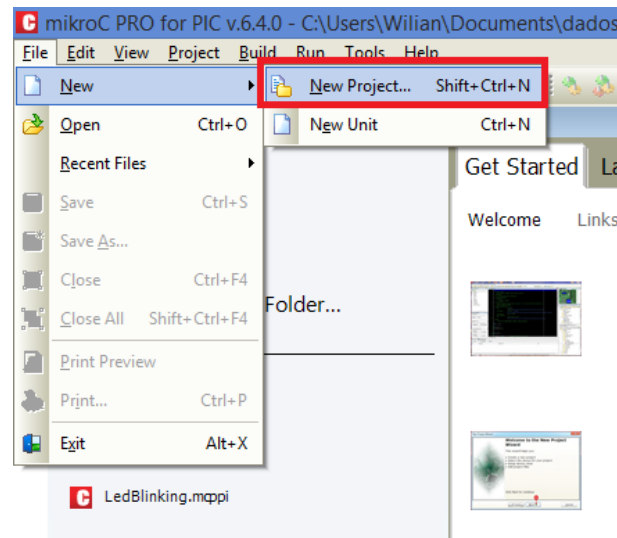

Figura 3: 5º Passo.
- **5º Passo:** O próximo passo é a criação de um novo projeto. Para isso, selecione o menu “File”, em seguida a opção “New”, e então por último o item “New Project...”. A sequência de passos é mostrada na Figura 3.